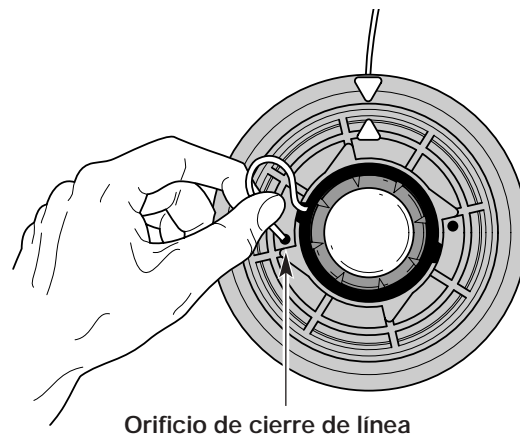

Fig. 43
5. Inserte la línea en el orificio de cierre. No empuje la línea más de 12,7 mm (1/2 pulgada) dentro del orificio de cierre. Cuando la línea está bien insertada, formará un bucle pequeño (Fig. 43).